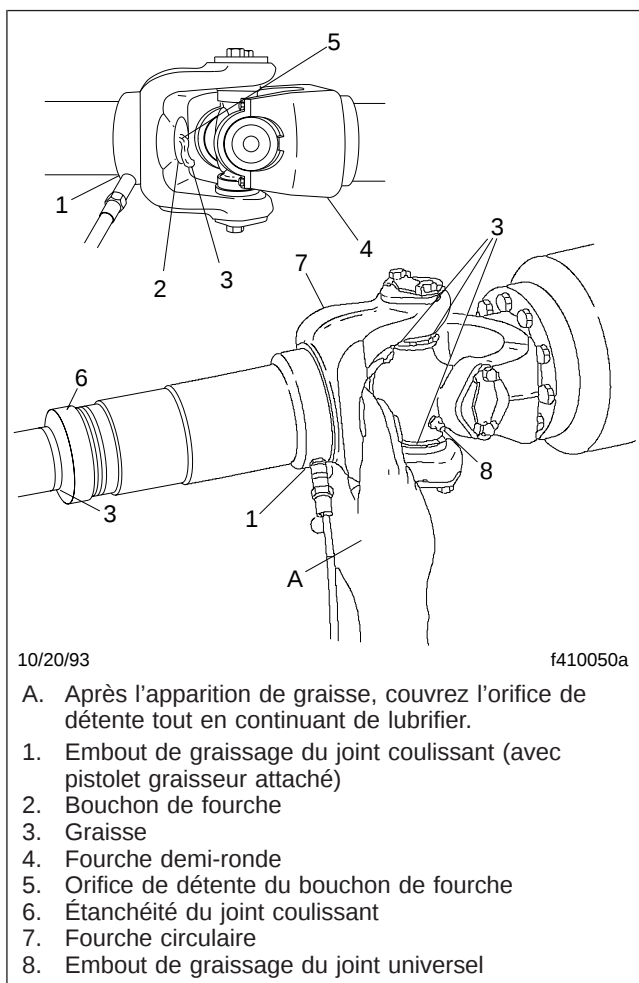

Fig. 6, Lubrification du joint coulissant et du joint universel
9. Pour les arbres de transmission avec joints coulissants, vérifiez que le bouchon de la fourche n'est pas desserré ou manquant; voir la **figure 6**, référence 2. Réparez ou remplacez le bouchon de la fourche, au besoin. Si le bouchon de fourche est manquant, l'arbre cannelé peut l'avoir percuté et enlevé; communiquez avec votre centre de service régional pour obtenir de l'aide afin de déterminer la longueur d'arbre de transmission adéquate.
2. Essuyez toute trace d'huile usée et de saleté sur chaque embout de graissage du joint universel; reportez-vous à la figure 6, référence 8.
1. Si le joint coulissant est équipé d'un embout de graissage, essuyez toute graisse usée ainsi que la saleté sur l'embout; reportez-vous à la **figure 6**, référence 1.
2. Utilisez un pistolet graisseur à main ou un pistolet à haute pression avec adaptateur basse pression pour lubrifier le joint coulissant. Ajoutez de la graisse pour châssis multiusage (stéarate de lithium hydroxy-12, NLGI de classe 2 avec additifs EP) jusqu'à ce qu'elle apparaisse à l'orifice de détente du bouchon de fourche. Puis recouvrez du doigt l'orifice de détente tout en continuant d'appliquer une pression sur le pistolet, ce, jusqu'à ce que la nouvelle graisse apparaisse au niveau de la garniture d'étanchéité du joint coulissant; reportez-vous à la **figure 6**. Cela assure la lubrification complète des cannelures.